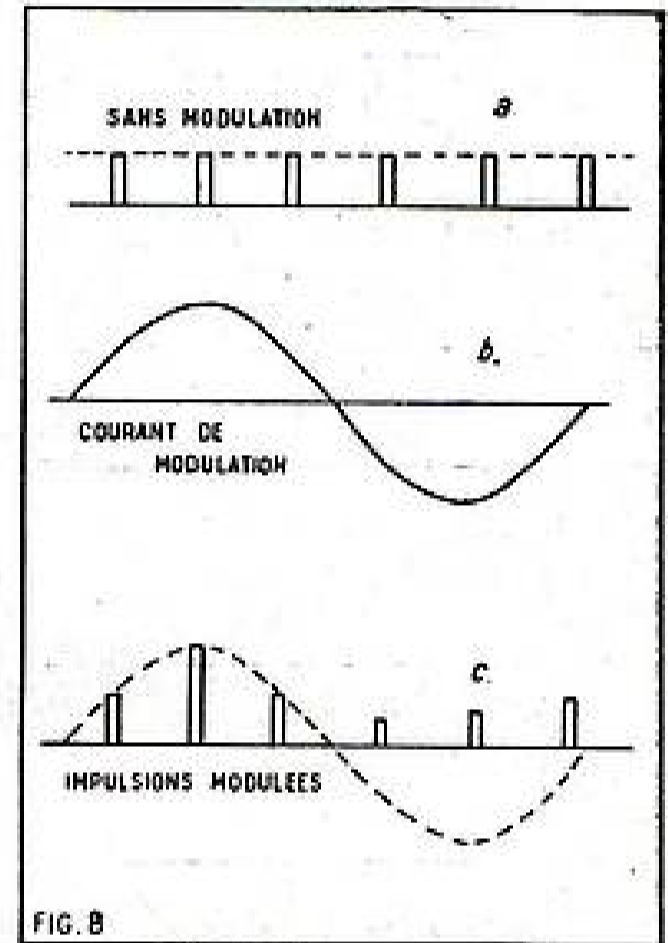

FIG. 8. — Modulation des impulsions en amplitude ou en hauteur.
a) Modulation d'amplitude (fig. 8).
Le principe de la modulation d'amplitude des impulsions peut se comprendre d'un seul coup d'œil en examinant la figure 8. Ce type de modulation n'est employé que très rarement. Il est facile de comprendre pourquoi. Avec ce système il faut nécessairement conserver exactement les rapports d'amplitude entre les différentes impulsions. En particulier, il est impossible de redonner une forme correcte aux impulsions en les écrétant, au moyen d'un limiteur. Or — ce procédé du limiteur permet d'éliminer facilement l'influence des parasites.